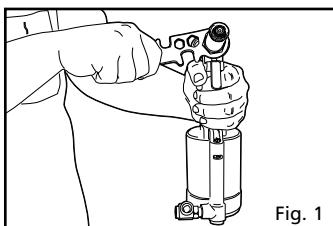

Fig. 1
2. Utilisez la clé pour retirer la tête de l'armature. (Fig. 1)